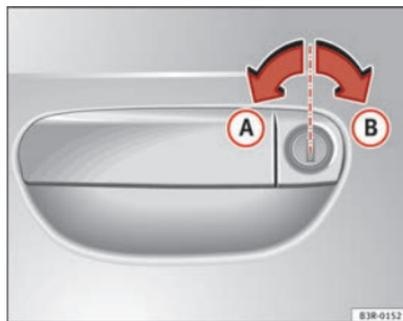

Fig. 70 Movimentos da chave para abrir e fechar
- Rode a chave para a esquerda, na fechadura da porta do condutor, até atingir a posição de abertura (A) ⇒ Fig. 70.
- Rode a chave para a direita, na fechadura da porta do condutor, até atingir a posição de fecho (B) ⇒ Fig. 70 ⇒ ⚠.
Para isso, rode a chave na fechadura da porta do condutor **duas vezes** sucessivamente, até atingir a posição de fecho (B) ⇒ Fig. 70.